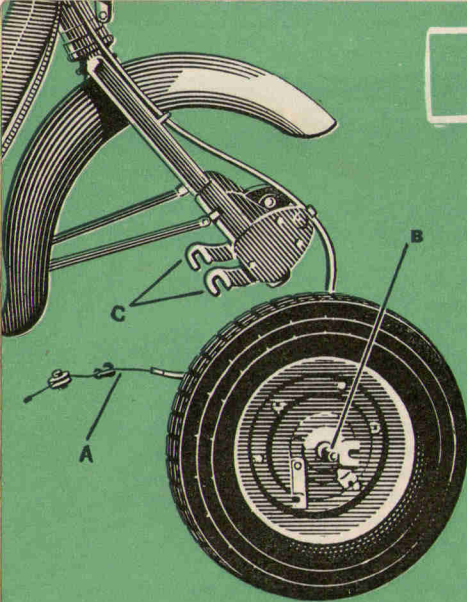

Fig. 9
Para sacar la rueda delantera en ambos modelos (Fig. 9) hay que desconectar primeramente el cable de comando del freno (A), después aflojar las dos tuercas (B) que fijan al eje de la rueda en las bieletas (C), desplazar las arandelas que se encuentran dentro de las bieletas.